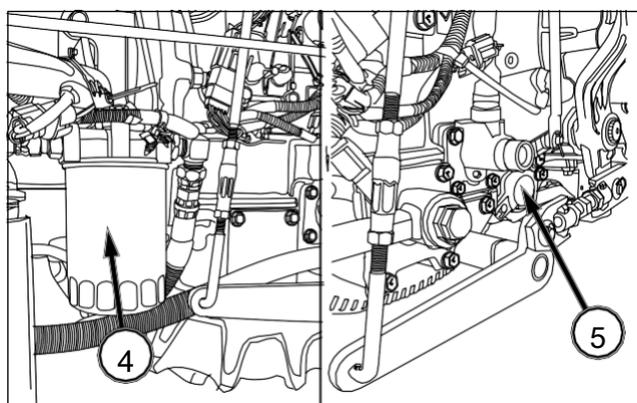

FIG. 198
FIG. 198: Para limpiar los filtros de aceite de transmisión (tipo estándar) - Cuando el aceite se haya vaciado, desatornille el filtro de aceite de transmisión (4) del adaptador (puede ser necesaria una llave de correa) y el filtro de aceite de aspiración de transmisión (5) del cárter de transmisión.